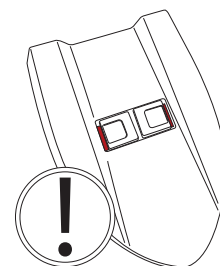

Fig.20
- Tryck locket tills de två skjutlåsen klickar på plats på återvinningstanken, de två låsen ska båda flytta sig utanför locket (bild 20).
Locket är korrekt installerat när du inte kan se den RÖDA bakgrunden i de två låsens uttag (bild 20).